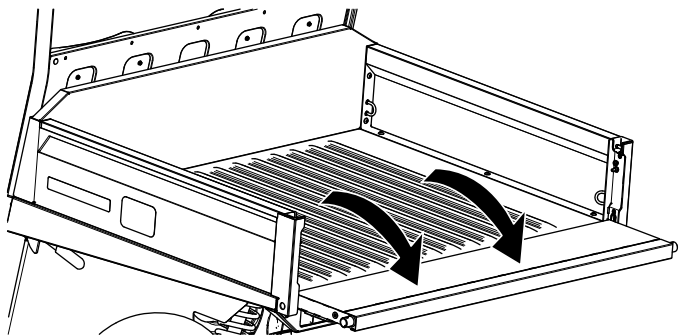

Figure 44
3. Abaissez le hayon jusqu'à ce qu'il soit au niveau du fond du plateau de chargement (Figure 44).